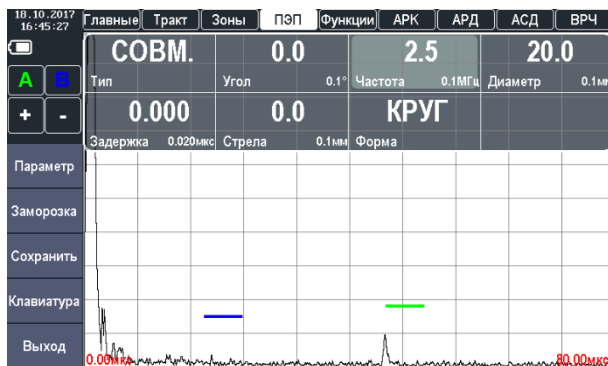

Рисунок 2.9 – Установка рабочей частоты преобразователя
2. Рабочую частоту преобразователя «ЧАСТ.» (рис. 2.9).